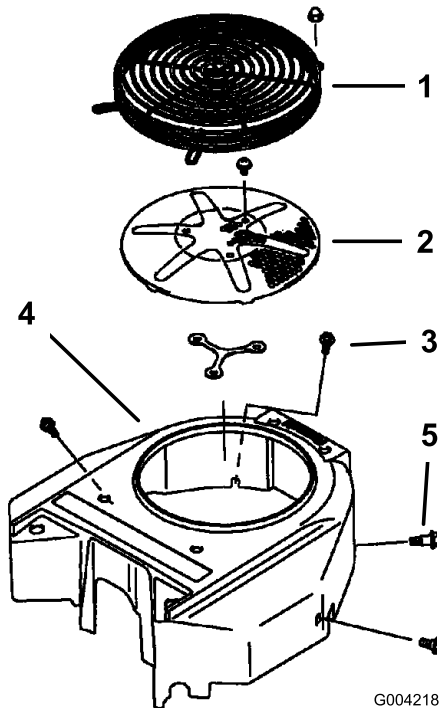

Figure 70
3. Déposez la grille d'entrée d'air, le lanceur et le carter du ventilateur (Figure 70).
5. Remettez la grille d'entrée d'air, le lanceur et le carter du ventilateur (Figure 70).